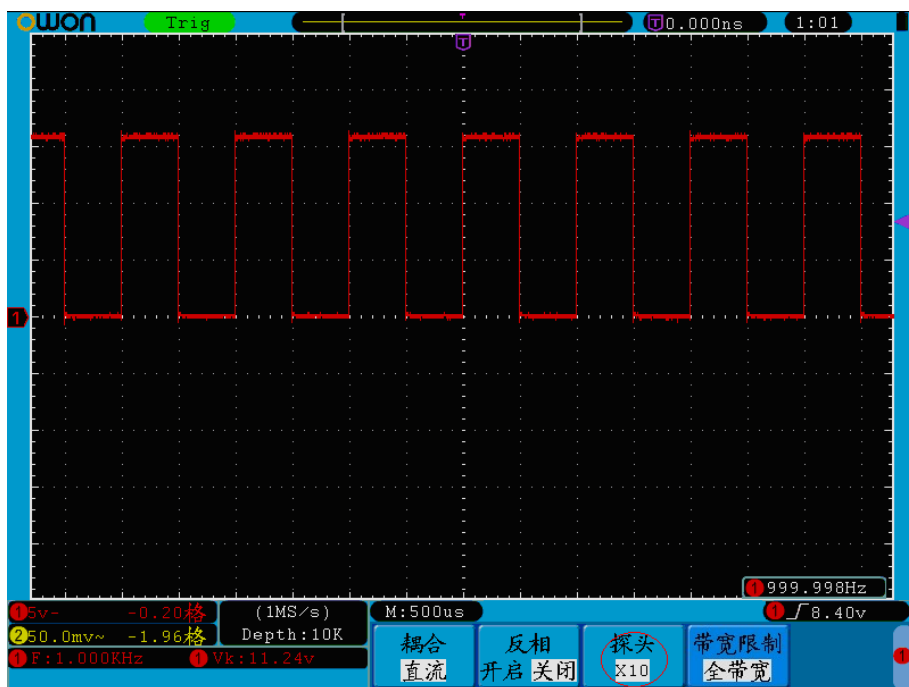

图 5-3：调节探头比例
- (1) 按 **CH1菜单** 按键，调出 **CH1设置** 菜单。
- (2) 按 **H3** 菜单选择按键，调出调节探头比例菜单，按 **F2** 键选择 $\times 10$ 。
- 图 5-3 的示例为应用10:1探头时的设置及垂直标尺因数的显示。